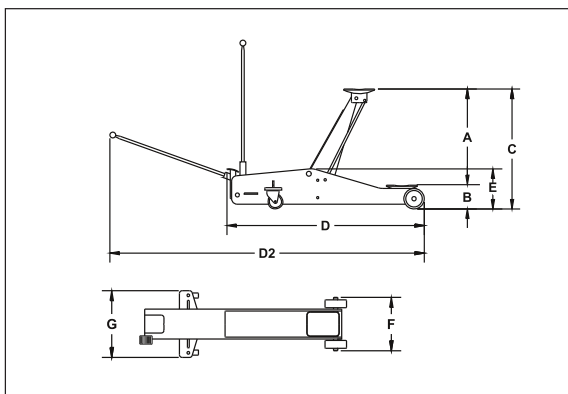

Fig. 01
1. Technische Daten (Fig.01)
1. Technical Data (fig.01)